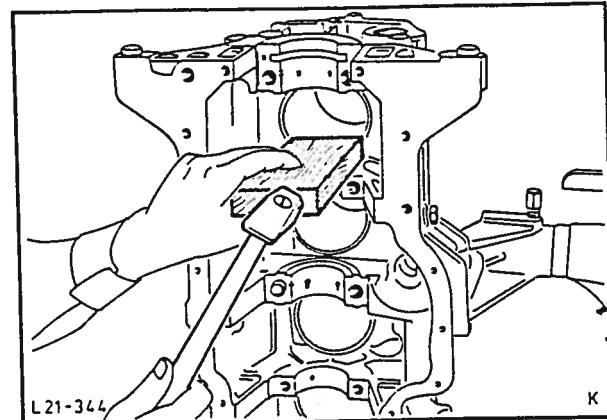

Fig. 89 Driv ut sylinderforingen.
2. Driv ut sylinderforingene fra veivhusets side med en passende hard trekloss, fig. 89.